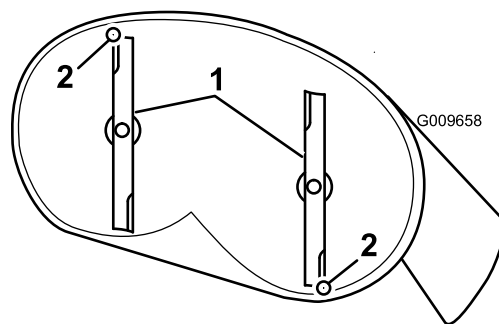
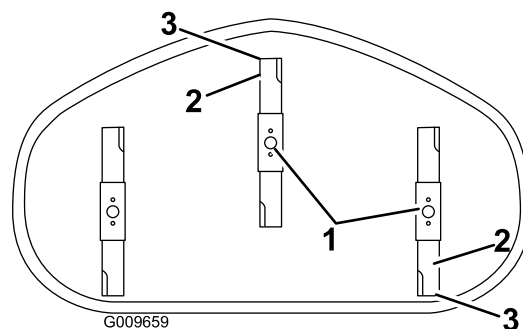

Figura 71
Figura 72
4. Girate con cautela le lame in modo che siano disposte longitudinalmente (Figura 71 e Figura 72).
5. Misurate il valore dalla punta della lama anteriore e dalla punta della lama posteriore alla superficie piana (Figura 71 e Figura 72).
9. Dopo la regolazione, ricontrollate l'inclinazione longitudinale e continuate la regolazione del dado finché la punta della lama anteriore non è più bassa di 1,6–7,9 mm rispetto a quella posteriore (Figura 71 e Figura 72).